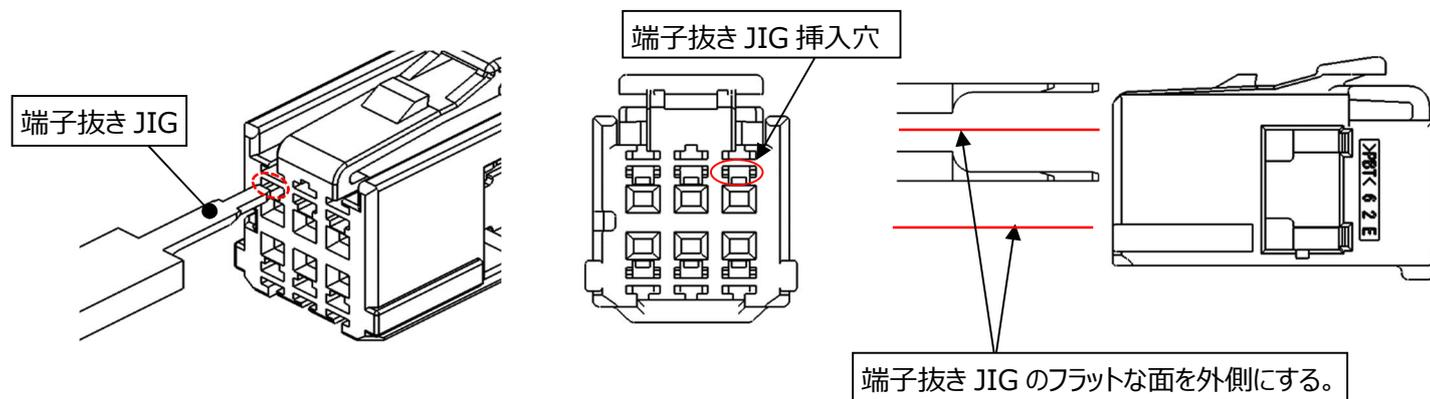

図 38.メスハウジングと端子抜き JIG 方向
- ①抜き JIG 挿入穴以外に抜き JIG を差し込まないで下さい。破損・性能低下の可能性があります。
- ②リテーナを引き出した後、リテーナ・メスハウジング双方に変形・破損のない事を確認し、作業を継続して下さい。
- ③変形・破損があった場合、再使用せず、新品と交換して下さい。
- ④リテーナ抜き JIG は適切なものを使用し、指定 JIG 以外は使用しないで下さい。
- ⑤JIG を落下させると JIG 先端が破損・変形する恐れがありますので、取扱には十分注意して下さい。
- ①メスハウジングに装着されている二次係止部又は、リテーナが解除されていることを確認して下さい。
- ②引き抜こうとするメス端子の電線を持ってメス端子を軽く奥に押し込み、その状態で端子抜き JIG をハウジングの端子抜き JIG 挿入穴に挿入して下さい。(図 38 参照)